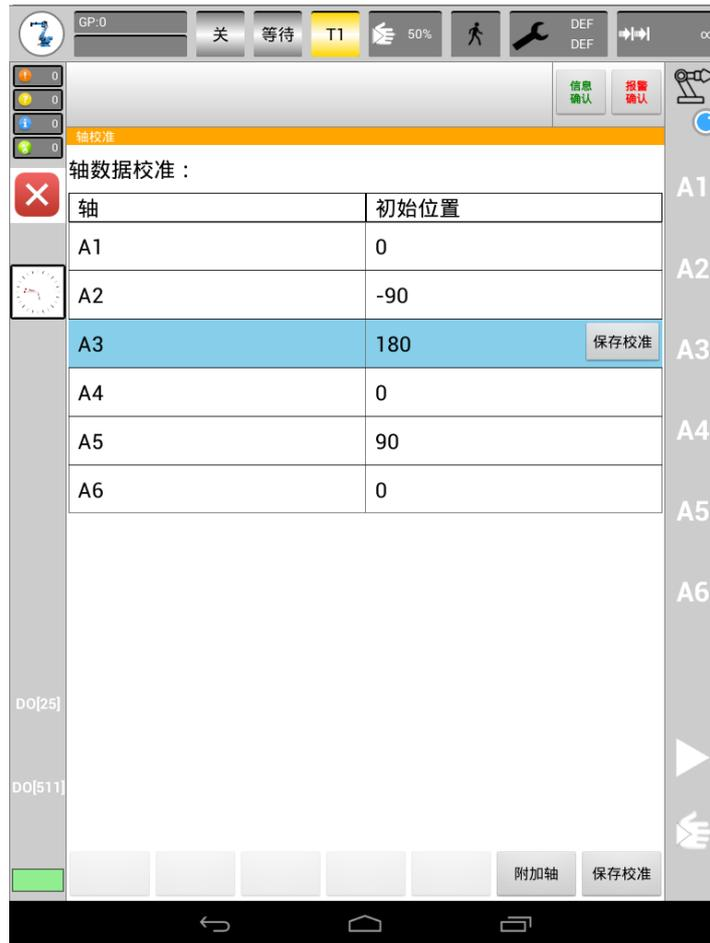

图 4-5 轴零点校准数据
- 3) 在示教器主菜单选择“投入运行->调整->单轴校准或校准”，按图 4-5 所示点击输入各轴初始位置数据，点击“保存校准”按钮保存数据，保存成功后，单轴校准或轴校准生效；保存是否成功会在状态栏显示。